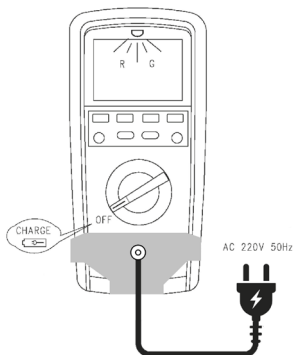

Рис. 13 Заряд аккумулятора
**Зарядка аккумулятора (см. рис. 13).** Установите поворотный переключатель в положение OFF. Подсоедините адаптер питания в соответствующие гнезда через специальную зарядную панель.